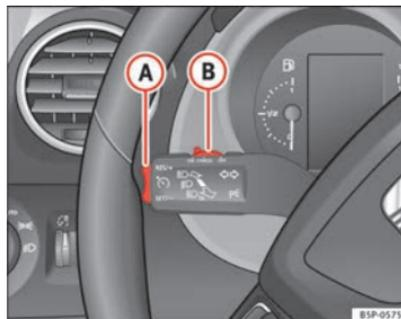

Abb. 154 Blinker- und Fernlichthebel: Schalter und Wippe für die Geschwindigkeitsregelanlage
- Schieben Sie den Schalter ⇒ Abb. 154 (B) nach links auf **ON**.